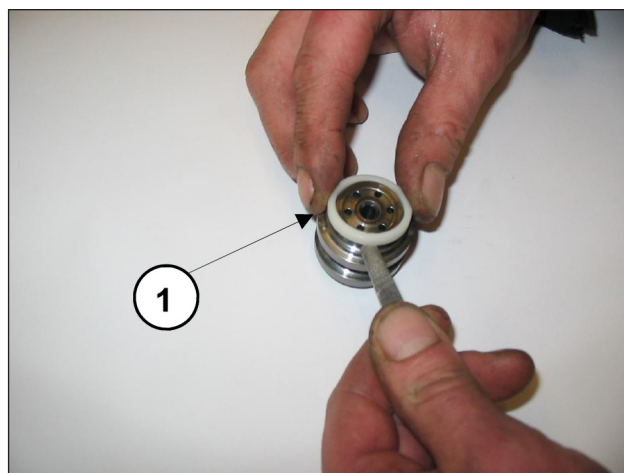

Fig. 43
- Estrarre le sedi valvola ① come indicato in Fig. 43, controllare lo stato di usura dei vari componenti e se necessario eseguire eventuali sostituzioni.